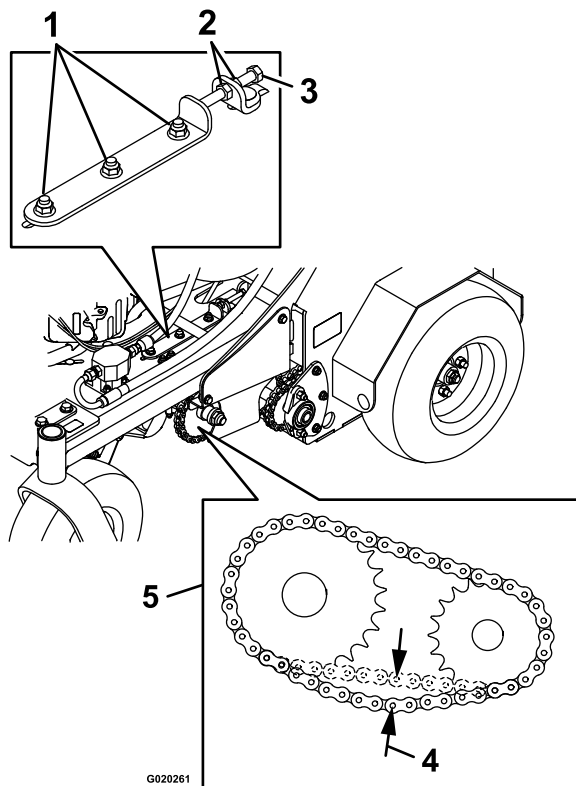

Figure 45
- De chaque côté de la machine, desserrez les 3 écrous et boulons qui fixent le support de transmission et la plaque de tendeur, ainsi que les deux écrous qui fixent le boulon de réglage sur la plaque de tendeur, comme montré à la Figure 45.